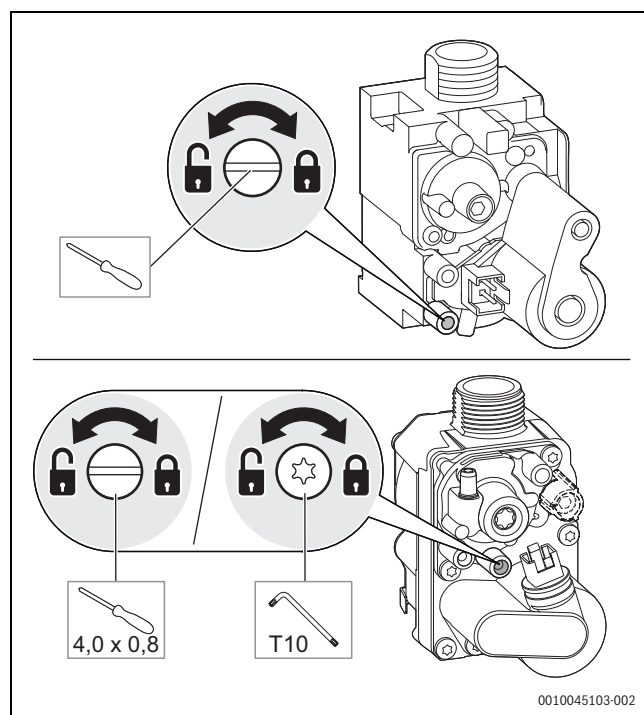

Fig. 38 Mesure de la pression de raccordement du gaz
- Desserrer la vis sur la tubulure de mesure pour la pression de raccordement du gaz de 2 tours (→ fig. 38).